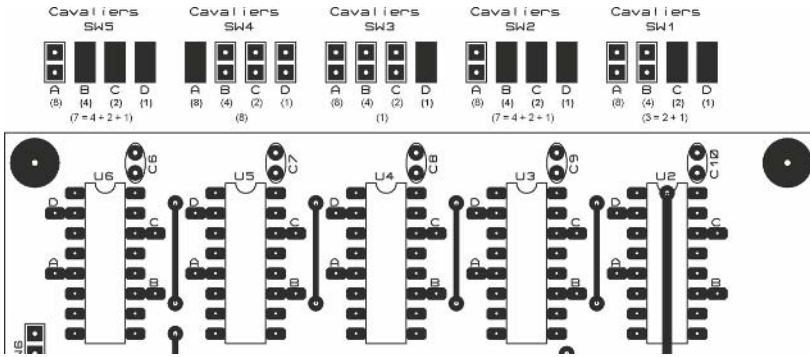

Figure 8.8
**Sepatoo** – Voici ma proposition en **figure 8.8**. J’ai rempli en noir les endroits où j’ai mis un cavalier pour faire contact avec la liaison +V. Ceux qui ne sont pas remplis en noir représentent les entrées (lettres A à D) qui sont portées au potentiel 0 V grâce aux résistances de rappel de 47K. Y a-t-il des erreurs ?